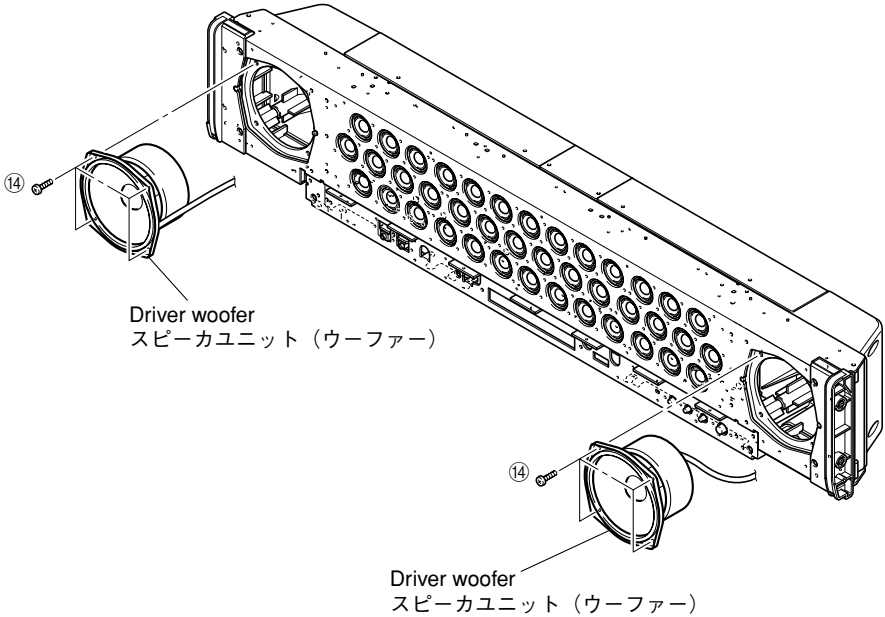

Fig. 3
- a. Remove 4 screws/piece (14). (Fig. 3)
- b. Remove driver woofer. (Fig. 3)
- a. ⑭のネジ4本／個を外します。(Fig. 3)
- b. スピーカユニット(ウーファー)を外します。(Fig. 3)